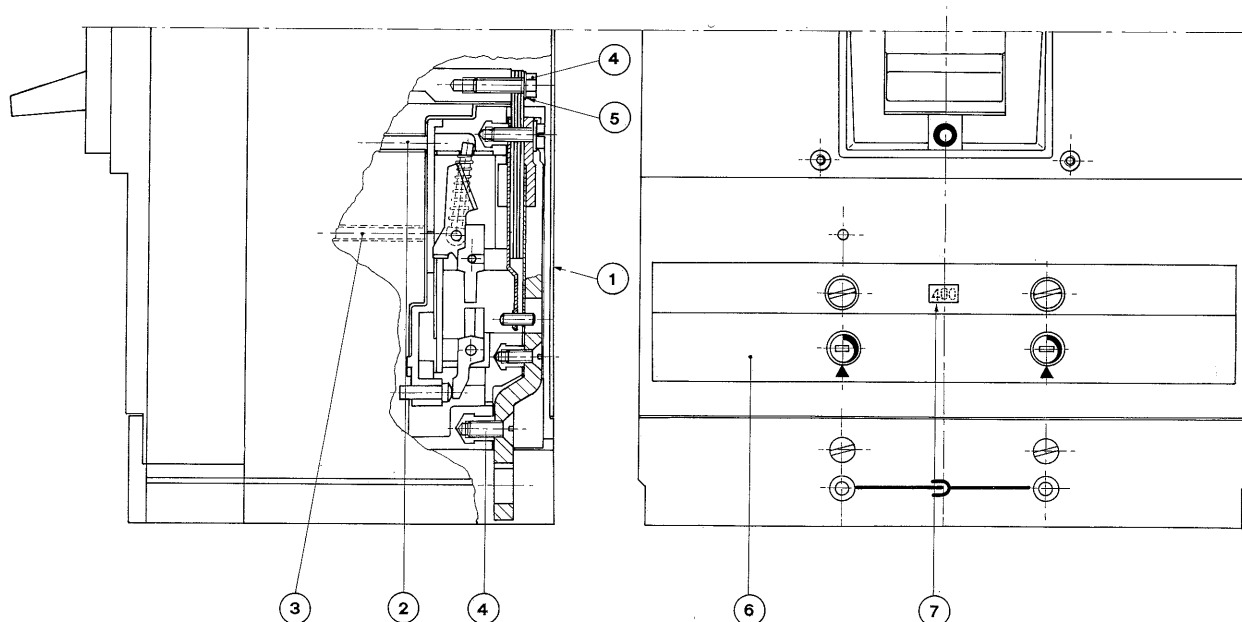

Fig. 6
- montare la piastra (1) nella posizione indicata in fig. 6/B.
- fit the insulating plate (1) as shown on fig. 6/B.
**6.2.3. Sostituzione sganciatori termomagnetici (fig. 6)**